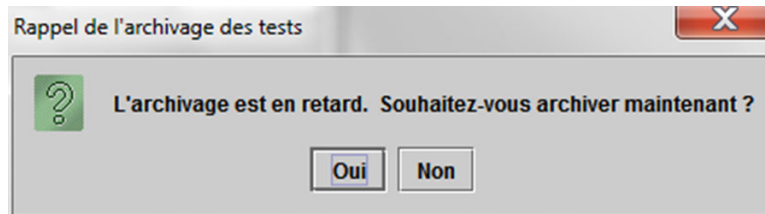
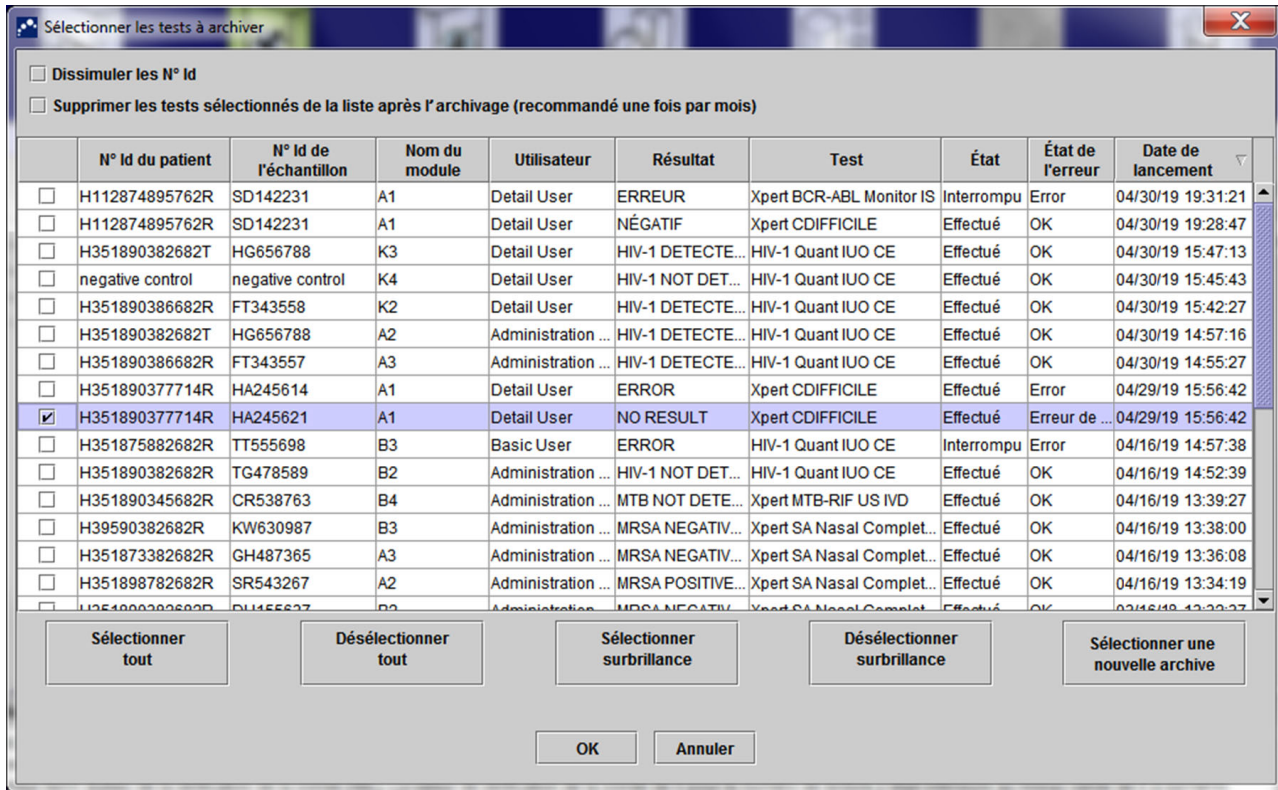

Figure 2-97. Boîte de dialogue Rappel de l'archivage des tests
Figure 2-98. Sélectionner les tests à archiver
Si aucun archivage n'est en retard, ou si **aucun** paramètre d'archivage n'est sélectionné dans la Figure 2-79, la Figure 2-97 ne s'affiche pas et vous pouvez aller directement à la Section 2.17.1.2.
Si un archivage est en retard, la boîte de dialogue Rappel de l'archivage des tests s'affiche (cf. Figure 2-97).
- Si vous ne souhaitez pas effectuer d'archivage, cliquez sur **Non** dans la boîte de dialogue Rappel de l'archivage des tests (cf. Figure 2-97). Continuez la séquence d'arrêt sans effectuer d'archivage, dans la Section 2.17.1.2.
- Si vous souhaitez effectuer un archivage, cliquez sur **Oui** dans la boîte de dialogue Rappel de l'archivage des tests (cf. Figure 2-97) pour continuer la séquence d'arrêt sans effectuer d'archivage. La boîte de dialogue Sélectionner le(s) test(s) à archiver s'affiche. Voir Figure 2-98.